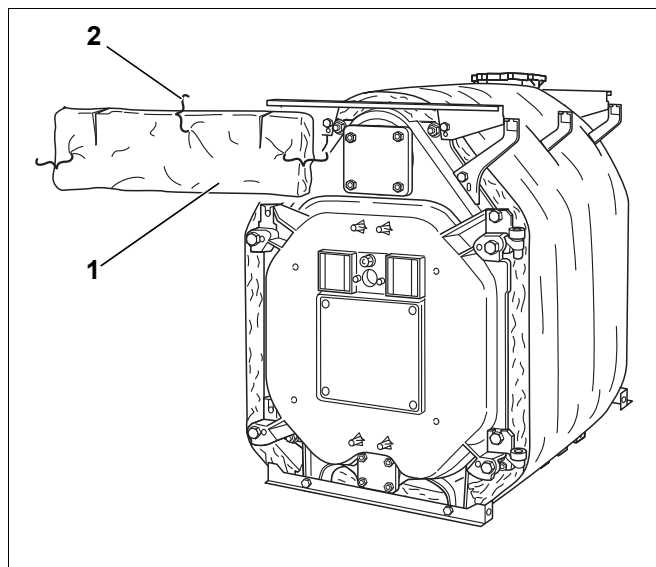

Рис. 44 Укладка передней теплоизоляции
- ▶ Прямоугольный элемент теплоизоляции (рис. 44, [1]) с разрезами, направленными вверх, наложите спереди над дверью.
- ▶ Закрепите теплоизоляцию 3 пружинными стяжками (рис. 44, [2]) к теплоизоляции блока.